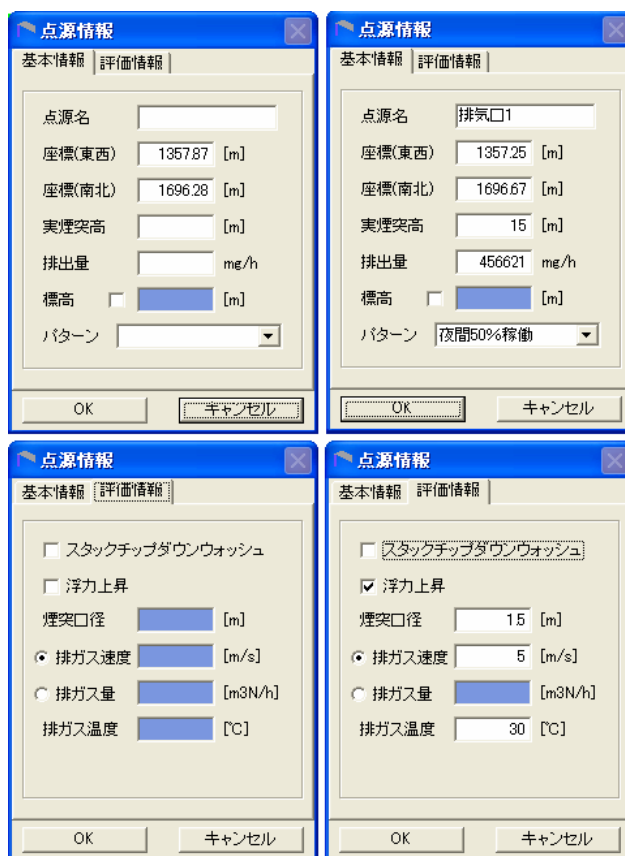

図 6.5-19 点源情報
- 6) 再度、 を押して、点源情報の画面を表示します。ガス状物質では、基本情報と評価情報のタブが表示され、粒子状の場合は、粒径情報のタブも表示されます。粒径情報は初期値を使用しますので、修正の必要がなければ選択しません（図 6.5-19）。